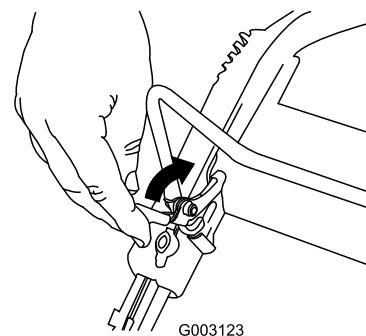

Figura 22
- Tire hacia atrás del mecanismo de bloqueo de la barra de control (Figura 22).